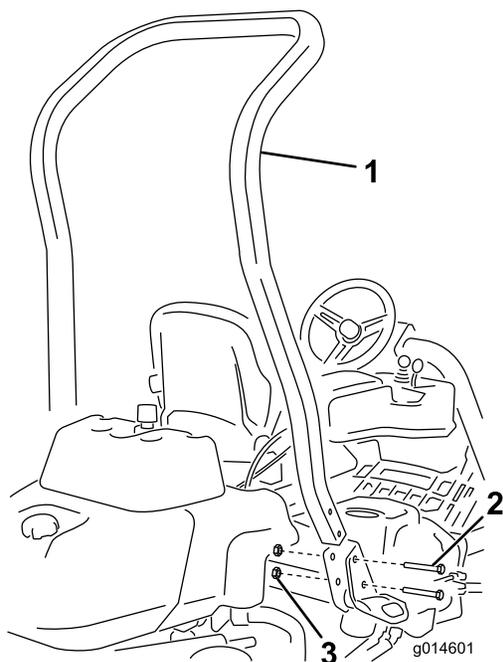

図 3
3. 機体の左右にあるポケットにROPSを差し込み、ボルト $\frac{1}{2}$ " x  $3\frac{3}{4}$ "4本とフランジナット4本 $\frac{1}{2}$ "で固定する **図 3**。